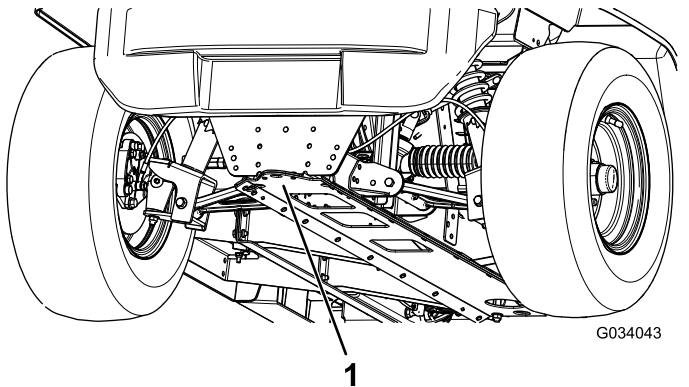

Figura 23
- Il punto di sollevamento nella parte anteriore della macchina si trova davanti al telaio dietro al timone di traino (Figura 23).